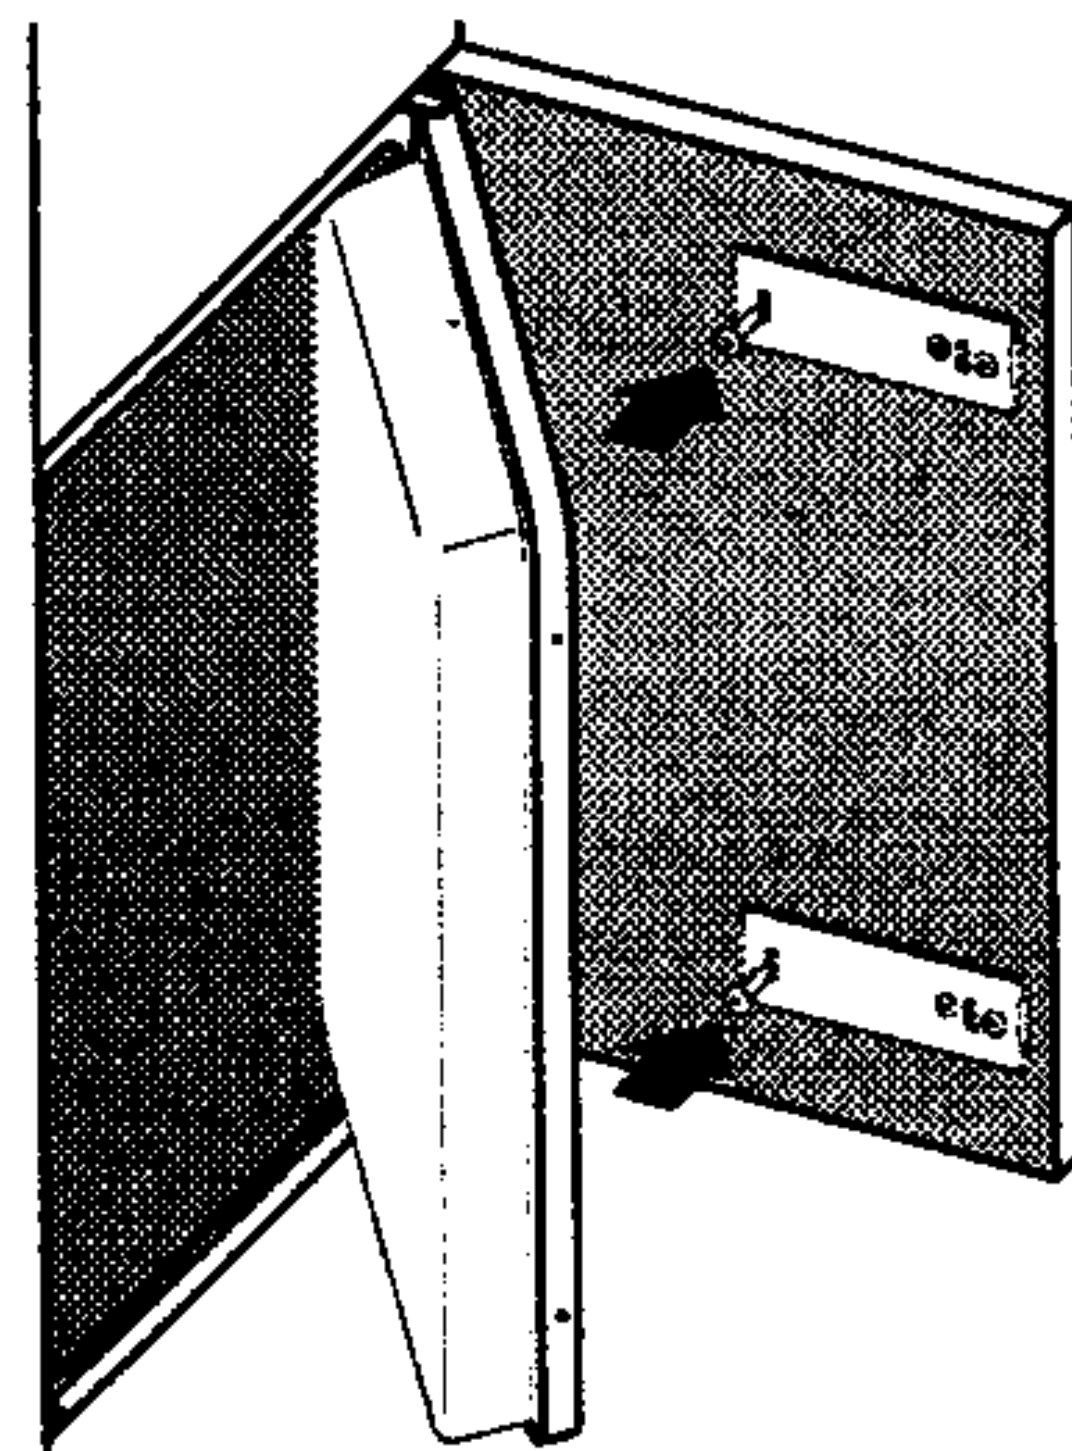

figure. 4
- Fixez les glissières aussi avec d'autres vis et veillez à ce que les glissières ne se déplacent pas (Figure 4).